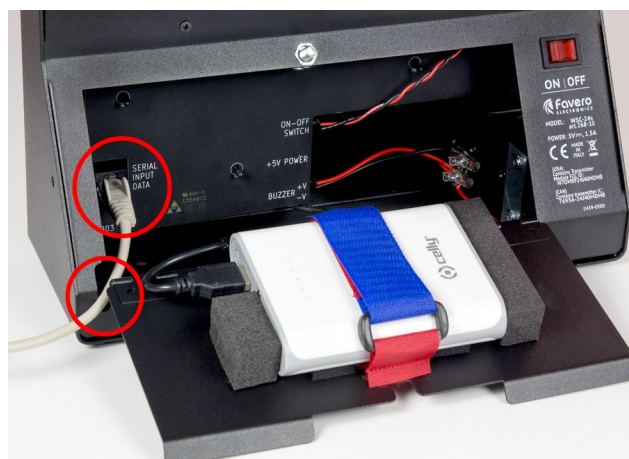

Abb. 2.2: Anschluss des seriellen Datenkabels.
- Schließen Sie die Klappe wieder (Abb.2.2).